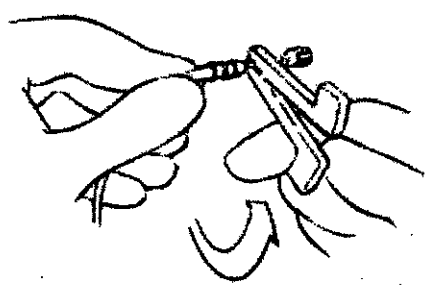

Figura 16. Girando las pinzas de fijación
4. Mientras agarra el cable como se indica en la Figura 16 y asegurándose de que el fiador está totalmente insertado, gire la herramienta en dirección a las agujas del reloj hasta que el electrodo helicoidal esté totalmente expuesto (Figura 16). La exposición máxima del electrodo helicoidal deja ver aproximadamente de 1,5 a 2 vueltas.